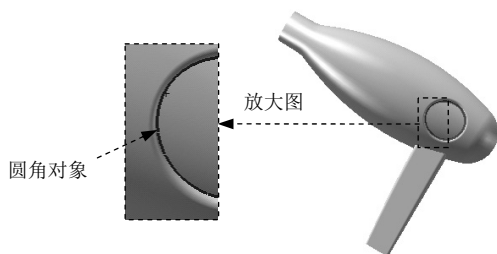

图 6.15.32 圆角 2
Step30. 添加圆角 2。要圆角的对象为图 6.15.32 所示的边线，圆角半径值为 2.00。